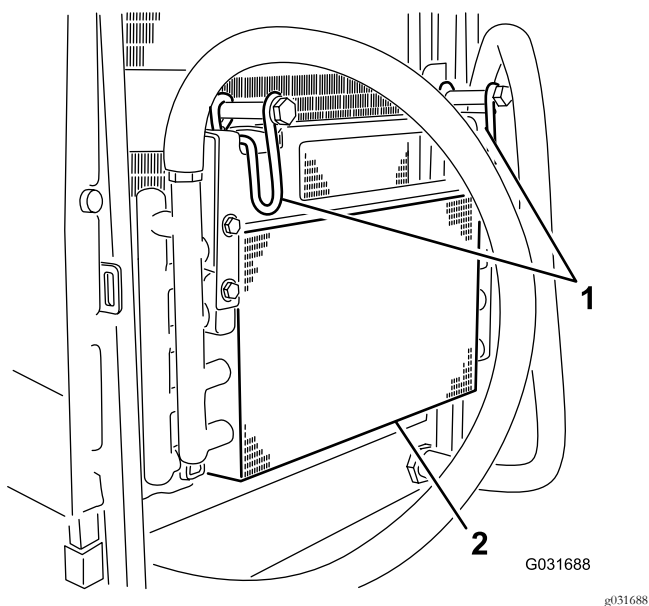

Figure 51
- Pivotez les verrous vers l'intérieur pour dégager le refroidisseur d'huile (Figure 51).